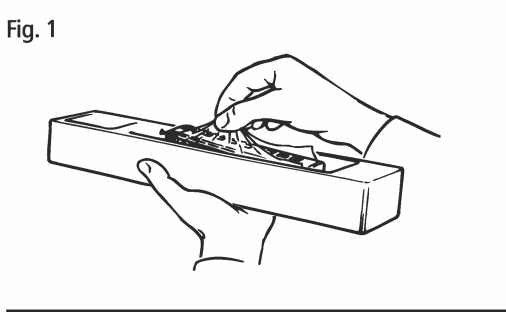

Fig. 2
**Aufrüstung:** Sie können für Ihren Fahrbetrieb unter verschiedenen Kupplungen wählen (Fig. 2). Wir empfehlen den Einsatz der **ROCO-Kurzkupplung**.
Im beigelegten Zurüstbeutel finden Sie auch kleine vorbildgetreue Steckteile für eine erweiterte Aufrüstung Ihrer Lokomotive (Fig. 2), die Sie bitte **vorsichtig montieren**. **Achtung!** Kleben nur mit ausdrücklichem Hinweis.
**Les attelages:** En vue d'une exploitation pratique sur votre réseau vous pouvez choisir parmi plusieurs types d'attelages conformes aux différents systèmes d'attelage pratiqués en H0 (voir fig. 2). Nous vous recommandons l'emploi de l'**attelage court ROCO**.
Le sachet joint comprend entre autres des petites pièces de finition conformes à la réalité et à **rapporter avec précaution** par le modéliste (fig. 2), si désiré. **Attention:** N'utilisez de la colle qu'aux endroits expressément indiqués aux dessins!